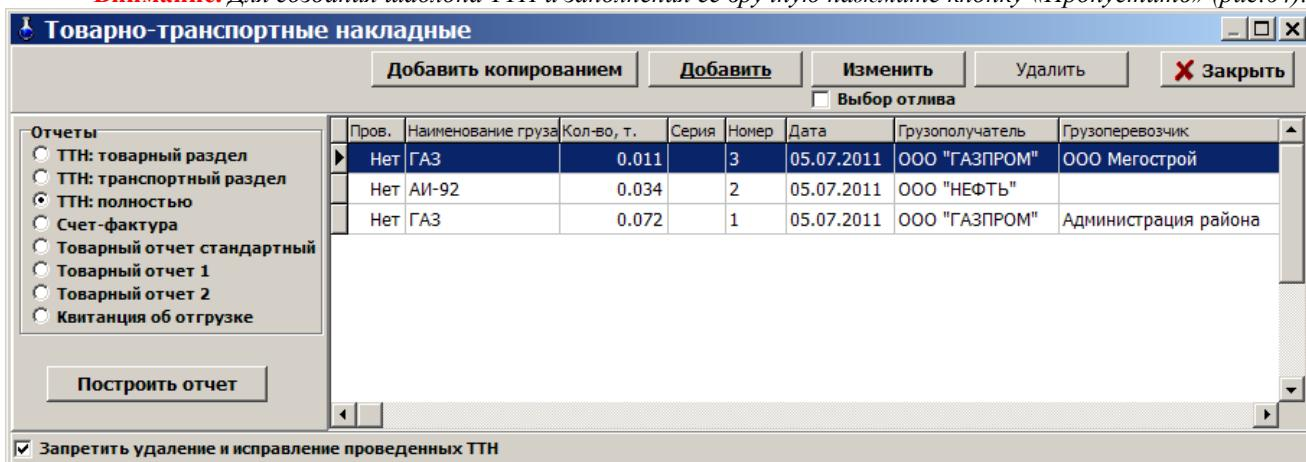
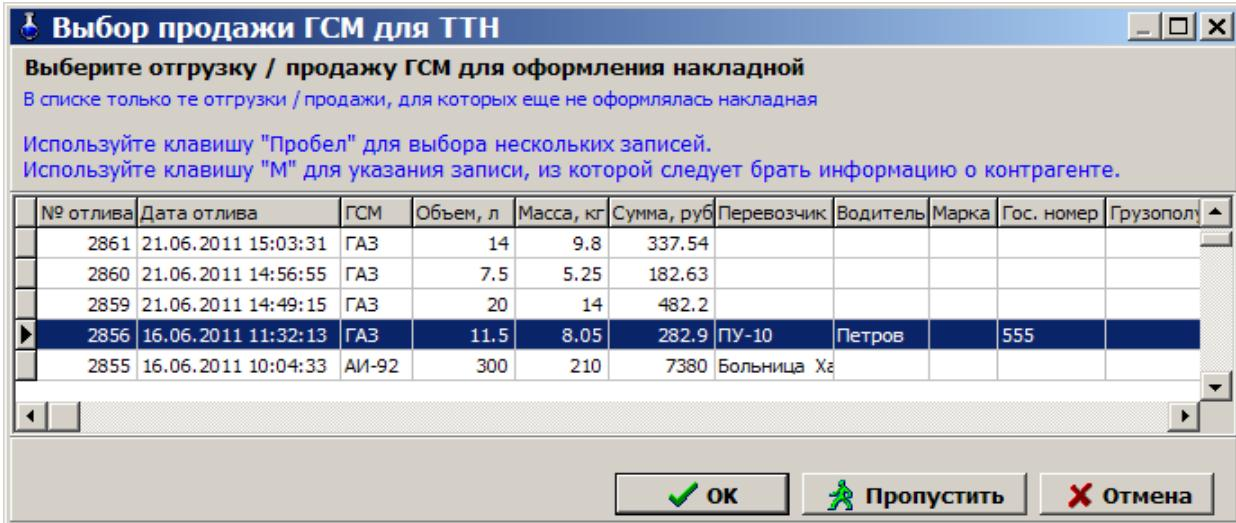

Рис. 63
Рис. 64
Для создания ТТН:полностью откройте меню «Журналы/Отчеты\Товарно-транспортная накладная», в поле «Отчеты» задайте - ТТН:полностью (рис.63) и нажмите кнопку «Добавить копированием». В открывшемся окне (рис.64) выберите продажу для оформления ТТН и нажмите кнопку «Ok».
**Внимание.** Для создания шаблона ТТН и заполнения ее вручную нажмите кнопку «Пропустить» (рис.64).
Для построения полного отчета по ТТН выберите в поле «Отчеты» «ТТН:полностью» и нажмите кнопку «Построить отчет» (рис.63). На экране появится отчет (рис.70). Для печати нажмите кнопку «Печать(F5)». Аналогично можно построить только отчет «ТТН:Товарный отдел» или «ТТН:Транспортный отдел».